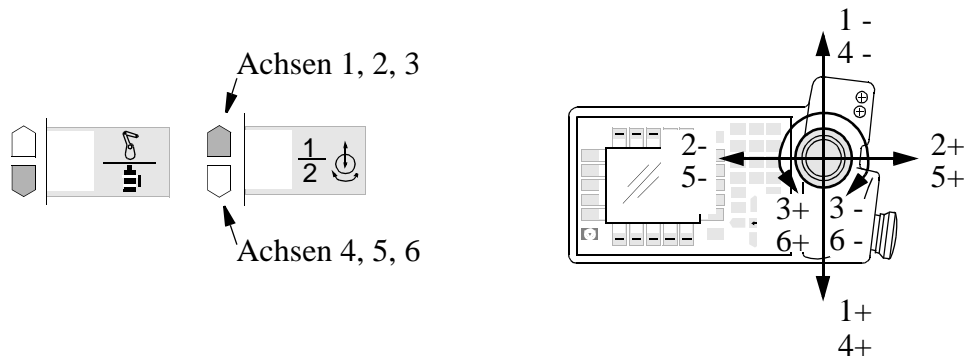

Bild 26 Angabe der zu bewegend externen Achsen durch Einstellung der Tasten wie oben.
- Die gewünschte Achsengruppe mit den Bewegungstasten auswählen (siehe Bild 26). Bei Benutzung mehrerer externer Einheiten siehe Abschnitt 3.1 *Auswählen von externen Einheiten*.